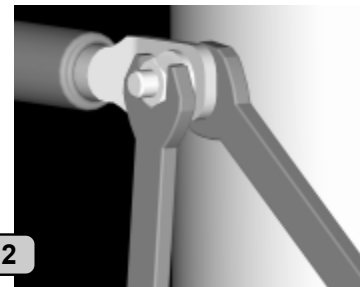

Fig. 2
- Terminals must be properly tightened. Secure/hold inner nut when tightening (Fig. 2). Tighten with max: 15 Nm/11lb/ft. The negative/ minus cable (*A) connects to the A1 (-) terminal. The positive/plus cable (*B) connects to the "+" terminal. SP 75/95/125: \varnothing 10mm / 3/8" bolt. Tighten with 15 Nm/11lb/ft.
- Die Kabelschuhe müssen korrekt angezogen werden. Die innere Mutter sichern (Fig. 2). Anzugsmoment max. 15 Nm / 11 lb/ft. Das Minus-Kabel (Negativ) (*A) am A1 (-) Terminal anschließen. Das Plus-Kabel (Positiv) (*B) am "+" Terminal anschließen SP 75/95/125: \varnothing 10mm Bolzen. Anzugsmoment: 15 Nm / 11 lb/ft.